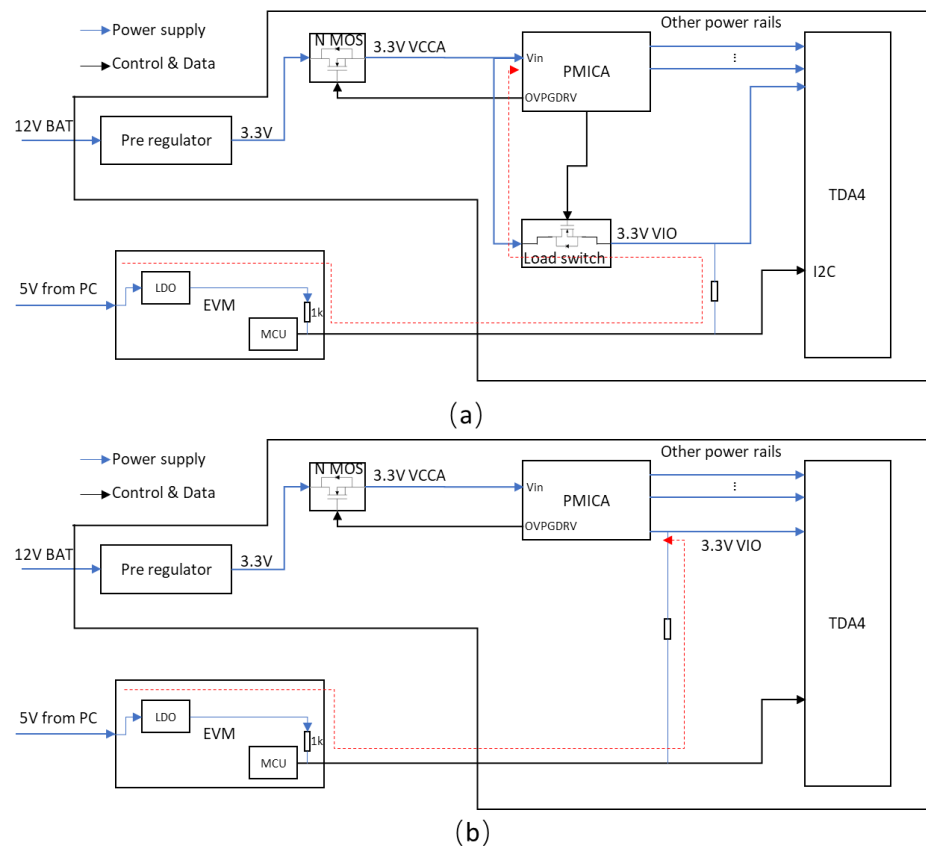

Figure 5. I2C 路径电流倒灌机制示意图
4. PC 和 EVM 通过 USB A to C 数据线连接, USB 为 EVM 供电, 除此之外 EVM 不需要额外的供电。一般而言, 需要先给待测板上电, 再给 EVM 供电, 否则系统大概率会起不来。原因分析如图 5 所示, 分为 (a) 和 (b) 两种情况讨论, 对于情况 (a), 待测板的 I2C 上拉到 PMIC 控制的外部开关输出, 当 EVM 先上电时, I2C 信号管腿先获的了电压, 通过外置 load switch 的寄生体二极管, 如红色虚线箭头所示的路径, 倒灌回了 PMIC 的输入端, 导致 Fail Short BIST 失败, NMOS 不开启, 待测芯片处于关机状态, 此时无法通过 I2C 访问待测板上 PMIC。对于情况 (b), 待测板的 I2C 上拉到 PMIC 的某一路输出, 如果此时 EVM 先上电, 电压就会经过红色虚线箭头的路径倒灌到 PMIC 的输出端, 阻塞残压检测机制导致无法启动, 此时待测板上 I2C 是可以工作的, 但是 PMIC 是没有输出的 (可能待定位的故障现象宏观上也是这样), 此时会因为读取到错误的寄存器信息 (比如当前连接到 I2C 上拉的那一路报 SC 故障) 而带偏问题的定位方向, 因此千万要注意!